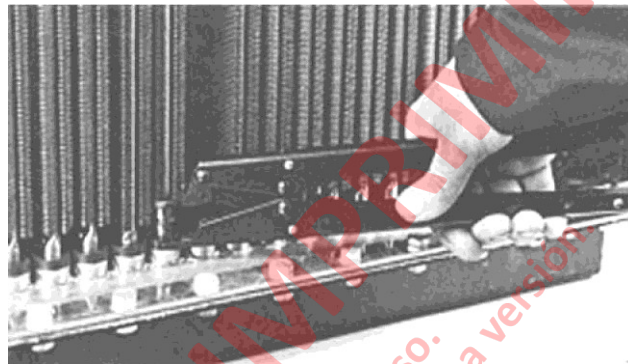

FIGURA 3-7. INSTALACION DE HERRAMIENTA (VJ6567)
2. Después de que el tubo está suelto, coloque la herramienta de instalación (VJ6567) en la parte inferior del tubo para retirar. Refiérase a la figura 3-7. La mandíbula superior de la herramienta de instalación debe colocarse justo debajo de la sección rectangular del tubo. La mandíbula inferior debe descansar en el sello. Apriete la instalación de la herramienta lo suficiente como para permitir que la parte inferior del tubo para sacarse el sello inferior.